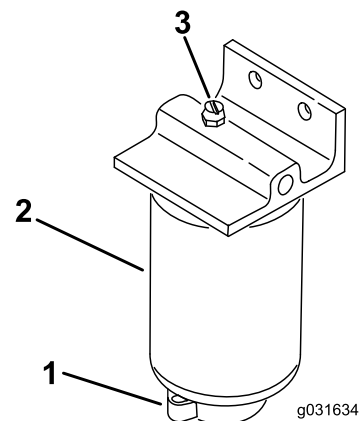

Figure 52
2. Desserrez le robinet de vidange au bas du filtre (Figure 52).
1. Nettoyez la surface de montage du filtre (Figure 52).